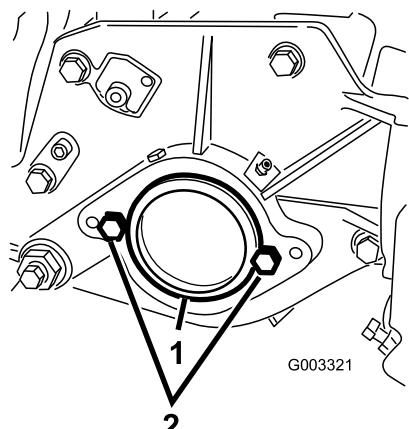

図 7
- カッティングユニット右側のベアリング・ハウジングについているプラスチック製のプラグを外す(図 7)。
- 右側サイドプレートからキャップスクリュ2本を取り外す(図 7)。
- カッティングユニットの左側サイド・プレートに、リール・モータ取り付け用のキャップスクリュ2本を仮止めする(図 7)。